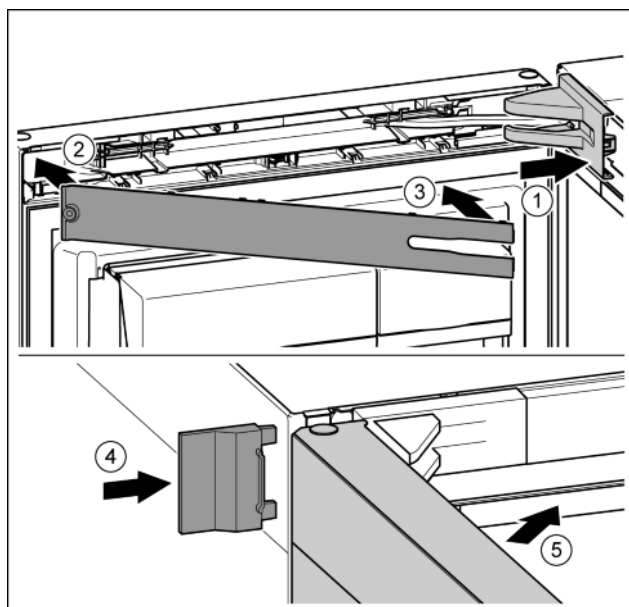

Fig. 48
- ▶ Założyć osłonę płytki zawiasu i zazębnić, ew. ostrożnie odsunąć. Fig. 48 (1)
- ▶ Założyć zaślepkę. Fig. 48 (2)
- ▶ Przechylić i zazębnić zaślepkę. Fig. 48 (3)
- ▶ Wsunąć zewnętrzną osłonę. Fig. 48 (4)
- ▶ Zamknąć górne drzwi. Fig. 48 (5)